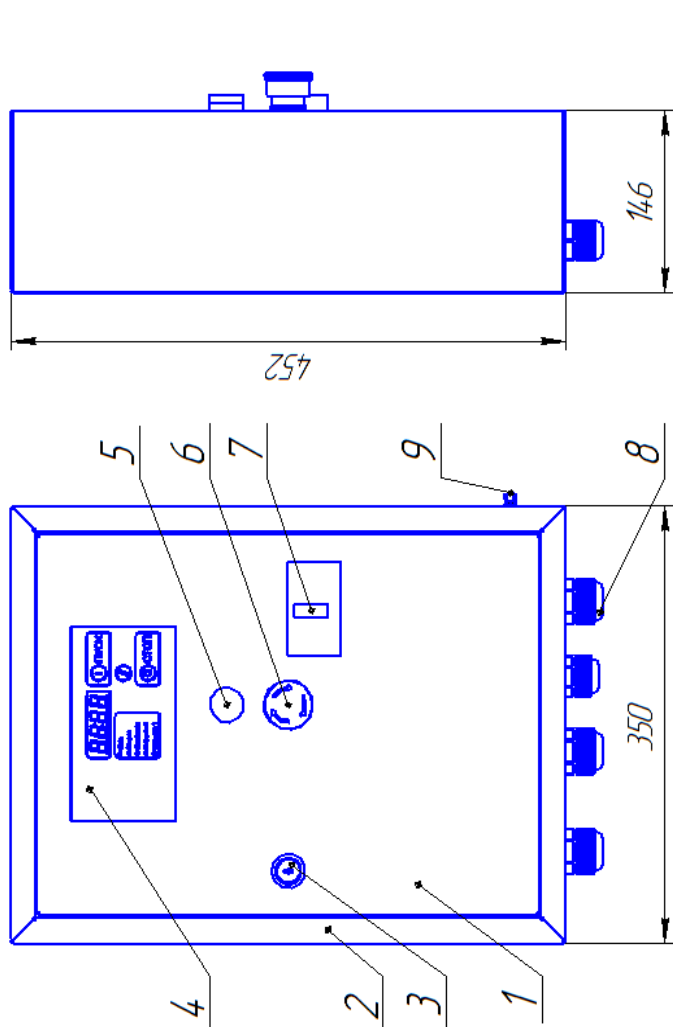

Рисунок 1 – Шкаф управления мод. БКПК-5,5x2
4.1 Шкаф управления (рисунок 1) состоит из корпуса 2, дверцы 1 с установленными на ней элементами управления: контроллера 4 (с наличием дисплея и светодиодных индикаторов), лампочки подачи напряжения «СЕТЬ» 5, кнопки АЕ-22 «Грибок» с фиксацией красный 6, автоматического выключателя 7.